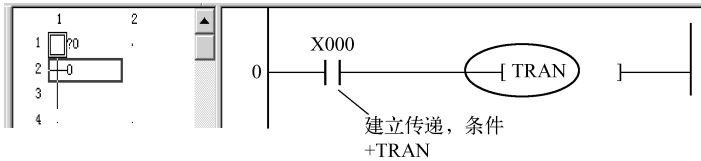

图 5-67 SFC 程序编辑窗口
(5) 双击第一块，在弹出的“块信息设置”对话框中“块类型”一栏中选择“SFC 块”，在“块标题”中可以填入相应的标题，单击“执行”按钮，弹出 SFC 程序编辑窗口，如图 5-67 所示。
（6）转换条件的编辑。SFC 程序中的每一个状态或转移条件都是以 SFC 符号的形式出现在程序中的，每一种 SFC 符号都对应有图标和图标号，现在输入使状态发生转移的条件。在 SFC 程序编辑窗口将光标移到第一个转移条件符号处（图 5-67）并单击，在右侧将出现梯形图编辑窗口，在此输入使状态转移的梯形图。读者从图 5-67 中可以看出，输入 X0 状态转移，而是 TRAN 符号，意思是表示转移（Transfer），在 SFC 程序中，所有的转移都用“TRAN”表示，不可以采用“SET +S?”语句表示。